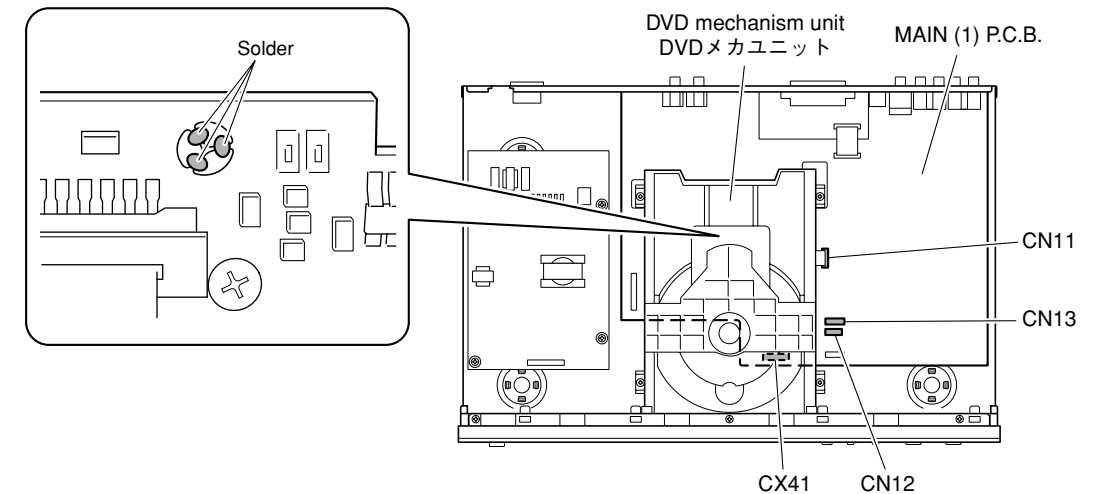

Fig. 2
- Solder the lands in the P.C.B. of the DVD mechanism unit with the anti-static soldering iron. (Fig. 2)
- DVDメカユニットの基板上的端子間を静電気対策はんだこてを使用してショートします。(Fig. 2)
- Remove CN11, CN12 and CN13. (Fig. 2)
- CN11、CN12、CN13を外します。(Fig. 2)
- Remove CX41. (Fig. 2)
- CX41を外します。(Fig. 2)